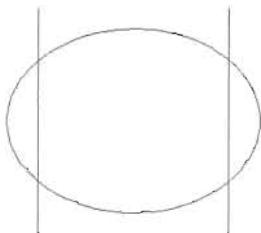

图 3-146
(14) 单击“绘图”工具栏中的“射线”按钮, 绘制两条垂直辅助线, 如图 3-146 所示命令执行过程如下。